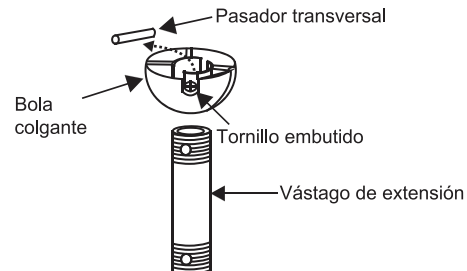

Fig. 7
Paso 5. Retire la bola colgante del ensamble del vástago de extensión aflojando el tornillo embutido, desatornillándolo y retirando el pasador transversal y deslizando la bola hasta sacarla del vástago. (Fig. 7)